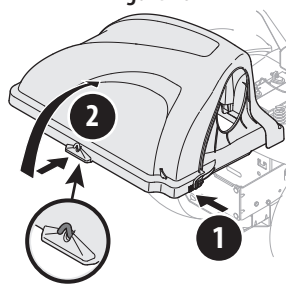

Figure 18
7. Ouvrez le couvercle du bac récupérateur en pressant sur la languette arrière droite avec votre main droite (1) et en soulevant le couvercle à partir du milieu avec votre main gauche (2) comme indiqué. Voir Figure 18.